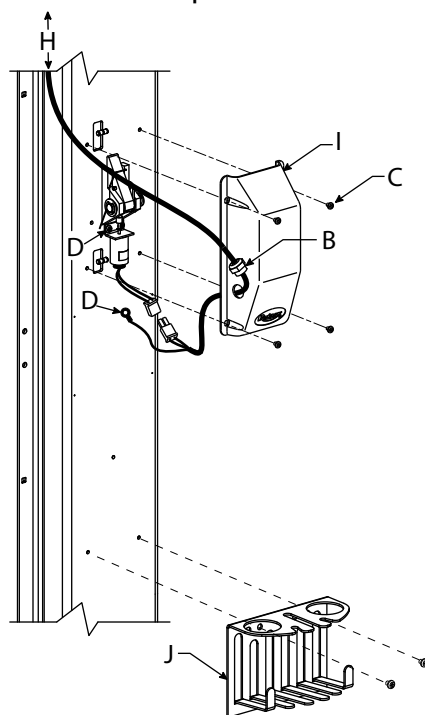
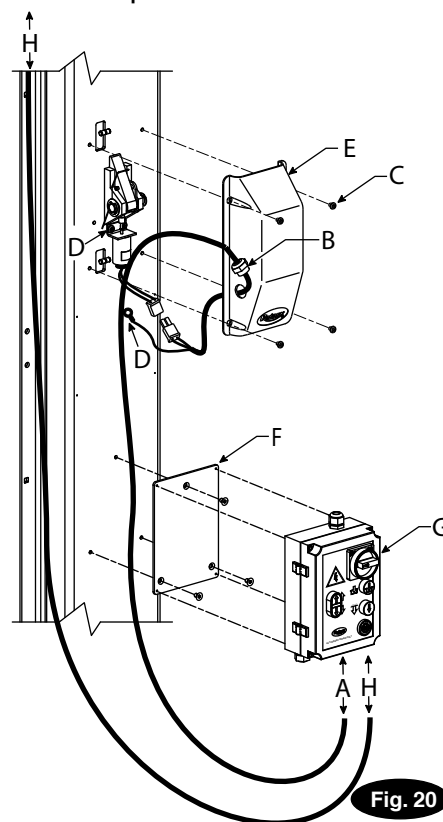

Fig. 19
Fig. 20
A) Rimuovere il coperchio della puleggia, Fig. 19.
Installare i coperchi della chiusura, il portautensili e la scatola di comando, Fig. 19 e 20.
Fig. 19 e Fig. 20 Dettaglio